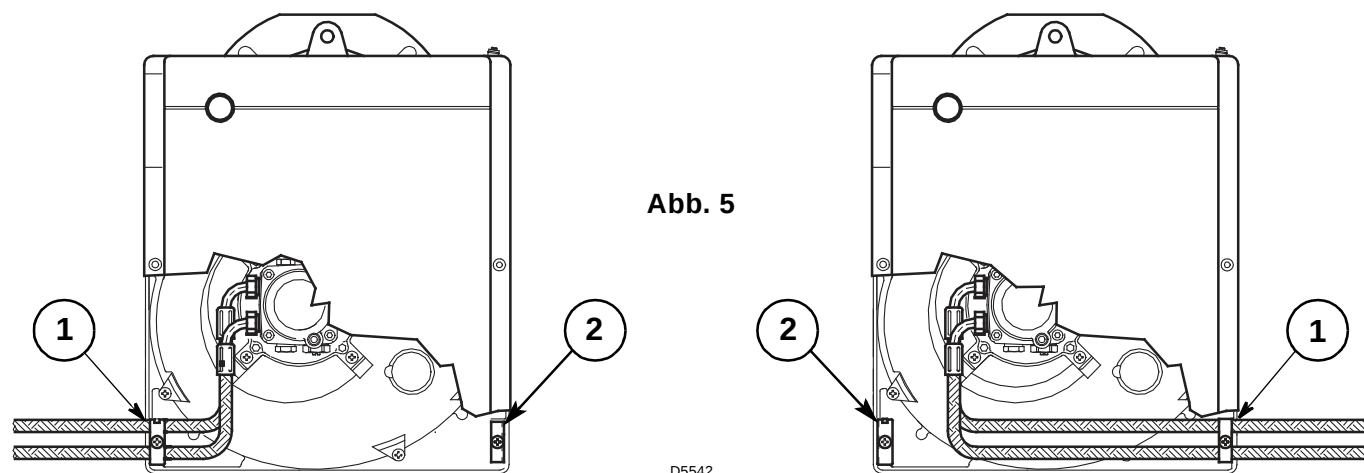

Abb. 5
Es muß jeweils die Halteschelle (1) bzw. der Verschlusswinkel (2) gewechselt werden. (Siehe Abb. 5).